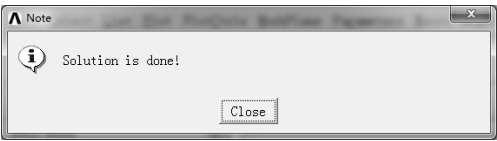

图 9-79 “Note”对话框
2)选择“Main Menu>Solution>Solve>Current LS”命令,弹出求解信息窗口,其中“/STATUS Command”窗口显示所要计算模型的求解信息和载荷步信息。单击“Solve Current Load Step”对话框中的“OK”按钮,程序开始求解,求解完成后弹出“Note”对话框,如图 9-79 所示。单击“Close”按钮关闭。